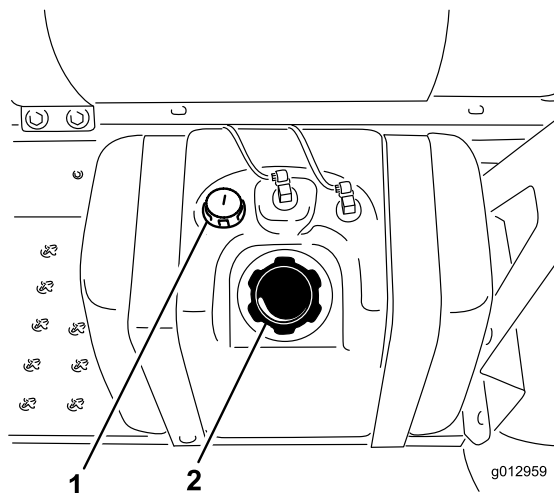

Figura 17
3. Pulite intorno al tappo del serbatoio del carburante (Figura 17).